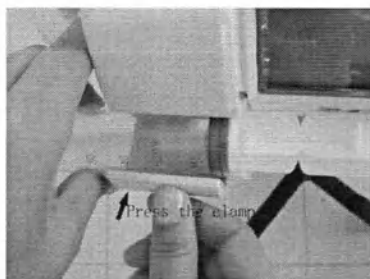

Рисунок 34 Загрузка шприца и закрытие защелки
- Загрузите шприц и закройте защелку (смотри рисунок 34).